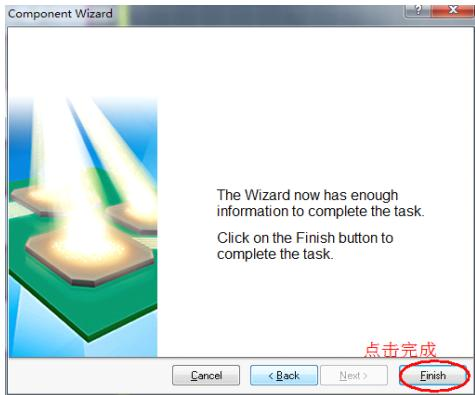

图 6.4.19 结束向导
Step8: 单击“下一步”按钮，点击“Finish”完成向导，如图 6-4.19 所示；